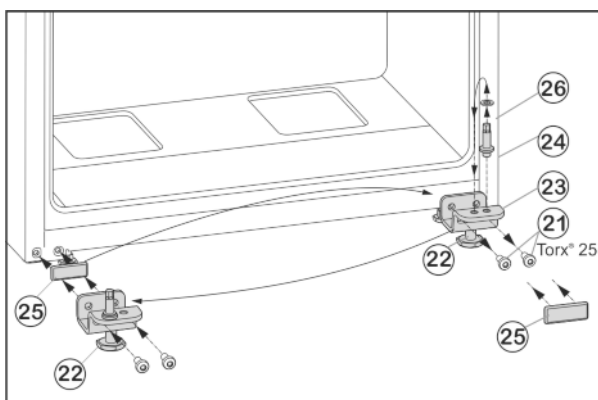

Fig. 7
- Desserrer les vis de fixation Fig. 7 (21).
- Retirer l'ensemble du support de palier inférieur Fig. 7 (23) avec le boulon de palier Fig. 7 (24), la rondelle Fig. 7 (26) et le pied de réglage Fig. 7 (22).
- Dévisser l'ensemble du boulon de palier Fig. 7 (24) avec la rondelle Fig. 7 (26), déplacer le tout dans le trou de préhension du côté opposé du support de palier et revisser fermement.
- Retirer avec précaution la plaque de recouvrement Fig. 7 (25) et la déplacer du côté opposé.
- Revisser l'ensemble du support de palier inférieur Fig. 7 (23) avec le boulon de palier Fig. 7 (24), la rondelle Fig. 7 (26) et le pied de réglage Fig. 7 (22) du côté de la nouvelle charnière, au besoin à l'aide d'une visseuse sans fil (**en appliquant un couple de 4 Nm**).
- Placer la porte inférieure depuis le haut sur le boulon Fig. 7 (24).
- Dévisser le pied de réglage Fig. 7 (22) au niveau du support de palier inférieur Fig. 7 (23) jusqu'à ce qu'il repose au sol.